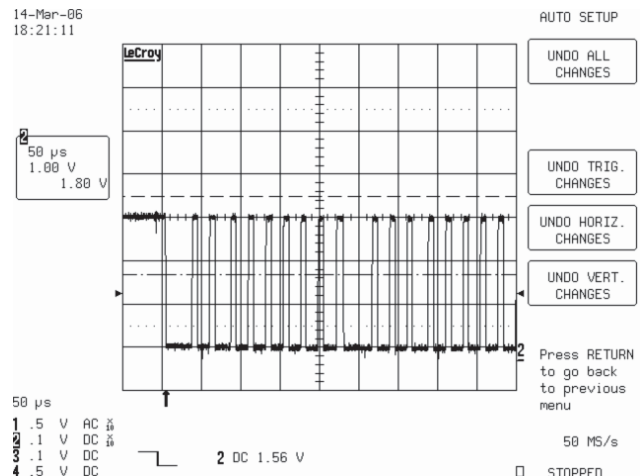

图 23 I2C 时钟波形
7、射频输入全彩条信号，I²C 总线时钟信号 SCL，U24 的第 4 脚处波形如图 23 所示。